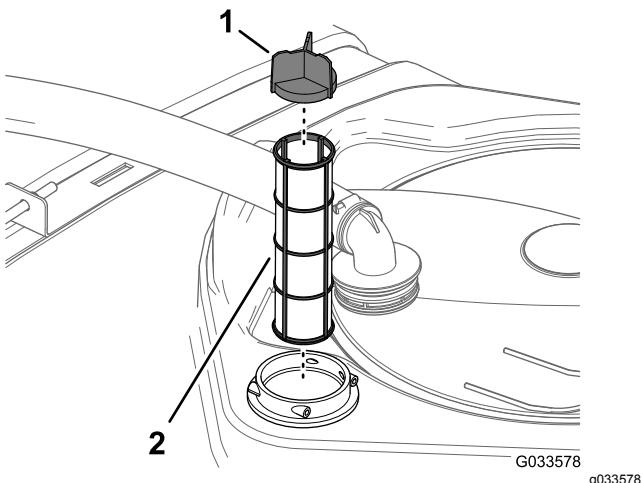

Figure 14
4. Sortez la crête d'aspiration du logement du filtre dans le réservoir (Figure 14). |